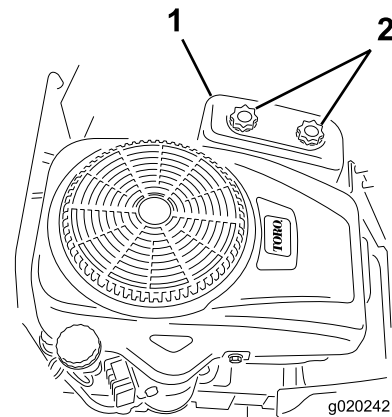

Figura 35
3. Remova cobertura do filtro de ar desaparafusando os 2 botões (Figura 35).
3. Coloque a cobertura do filtro de ar e aperte os dois botões (Figura 35).